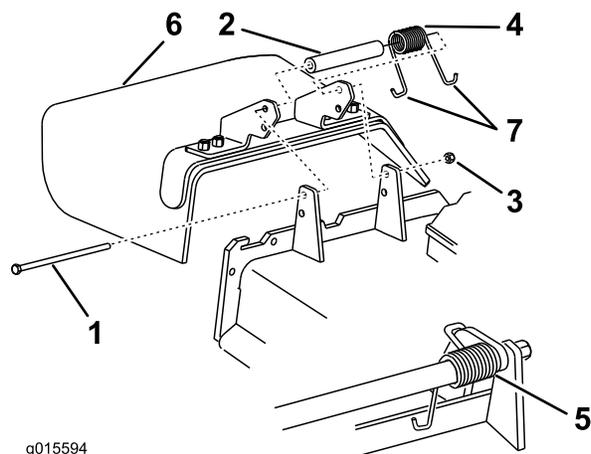

Figura 89
Nota: Asegúrese de colocar un extremo con gancho en **J** del muelle detrás del reborde de la carcasa antes de instalar el perno, según se muestra en Figura 89.
6. Coloque 1 extremo en **J** del muelle alrededor del deflector de hierba (Figura 89).
1. Retire la contratuerca, el perno, el muelle y el espaciador que sujetan el deflector a los soportes de pivote (Figura 89).